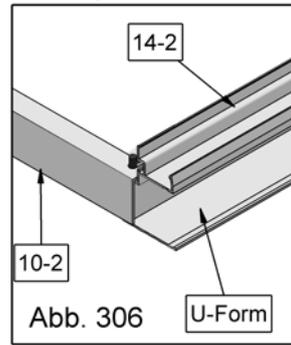
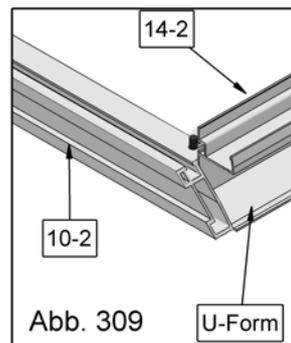

Abb. 306
Abb. 309
1. Montieren Sie die beiden Eckpfosten Nr. 14 an den äußeren Enden der Grundschiene Nr. 10-1 und 10-2, wie in Abbildung 306 gezeigt. Die Abbildung 309 zeigt die Ausführung der Version mit Basisrahmen.